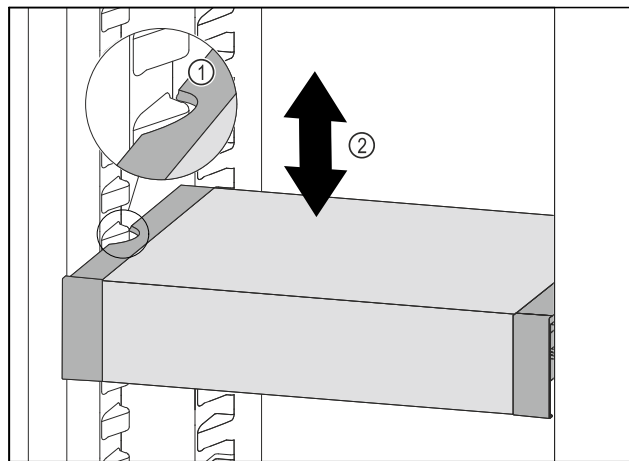

Fig. 183
- Tirer le VarioSafe vers l'avant jusqu'à ce que les encoches latérales du VarioSafe soient à la hauteur de la nervure du bac dans la partie réfrigérateur. Fig. 183 (1)
- Déplacer le VarioSafe vers le haut ou vers le bas dans la partie réfrigérateur jusqu'à ce que la hauteur souhaitée soit atteinte. Fig. 183 (2)